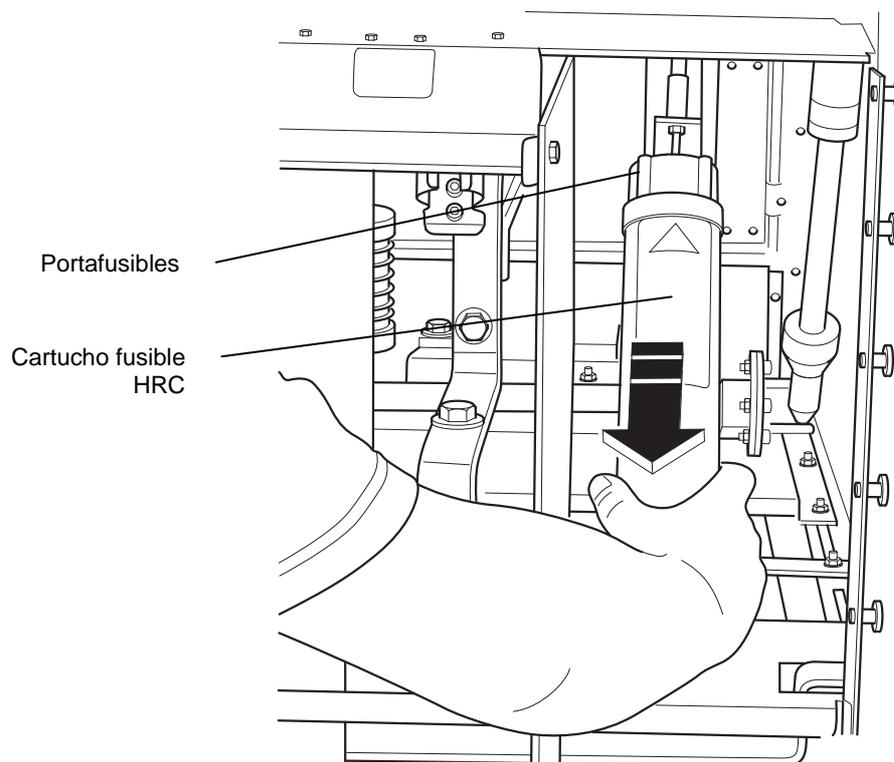

Figura 6.15
3. Quitar el fusible del portafusibles. Para ello, sujetar el fusible con la mano y tirar del portafusibles hacia fuera (véase la figura 6.15).